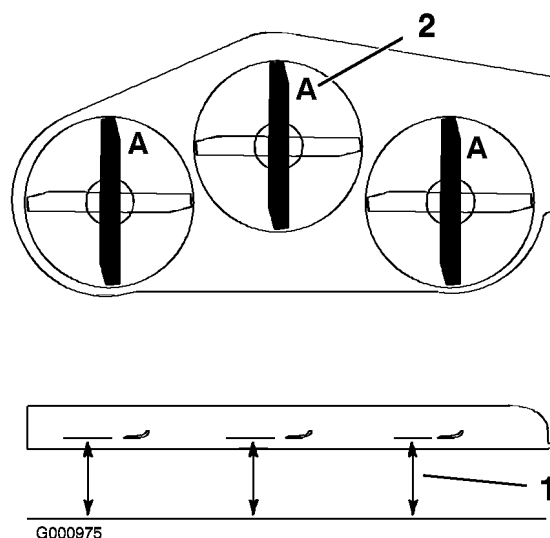

Figure 61
3. Tournez les lames dans le sens longitudinal (Figure 61). Mesurez la distance entre la surface plane et le tranchant (position A) des lames (Figure 61) et notez cette valeur.